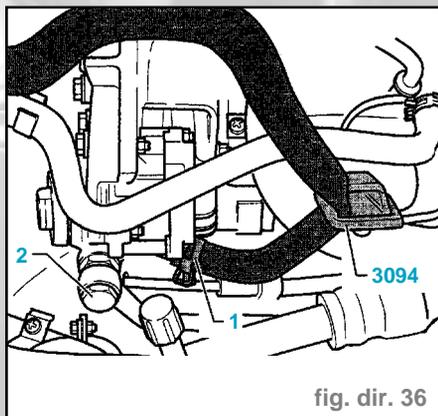

fig. dir. 36
- Débrancher le flexible d'aspiration - réservoir d'huile hydraulique/pompe à ailettes - avec l'outil spécial **3094** (fig. dir. 36).
- Ouvrir le collier à lame-ressort (1) et débrancher le flexible d'aspiration.